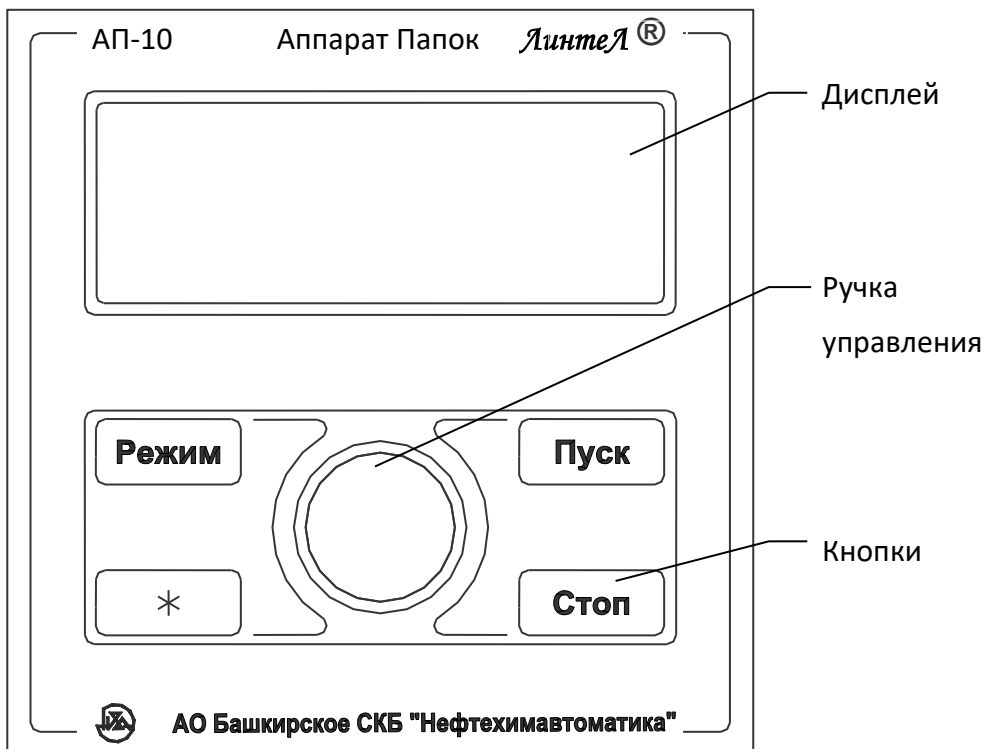

Рисунок 3 – Лицевая панель
2.3.4 На лицевой панели (рисунок 3) расположены дисплей и органы управления аппаратом: ручка управления и кнопки. Назначение органов управления приведено в таблице 4.